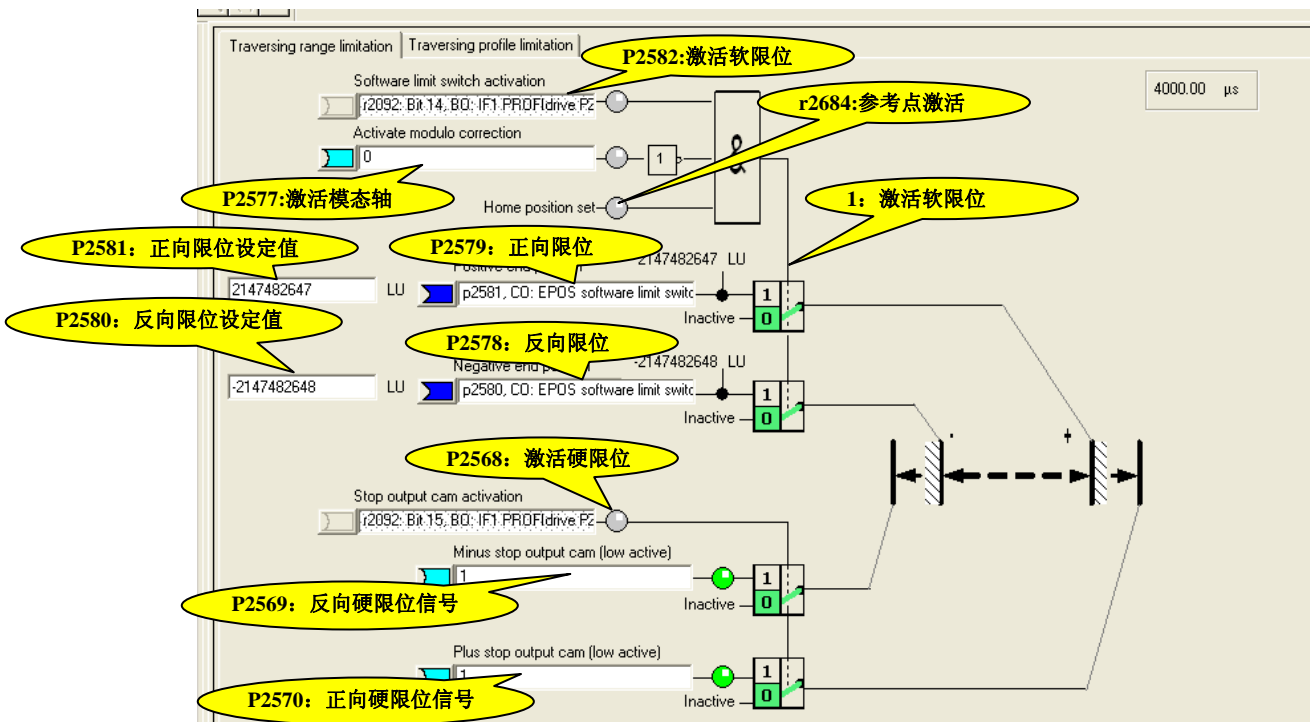

图 19
- 1) 如图19所示，可以通过参数 **p2582=r2092.14** 和 **p2568=r2092.15** 来激活软限位和硬限位功能